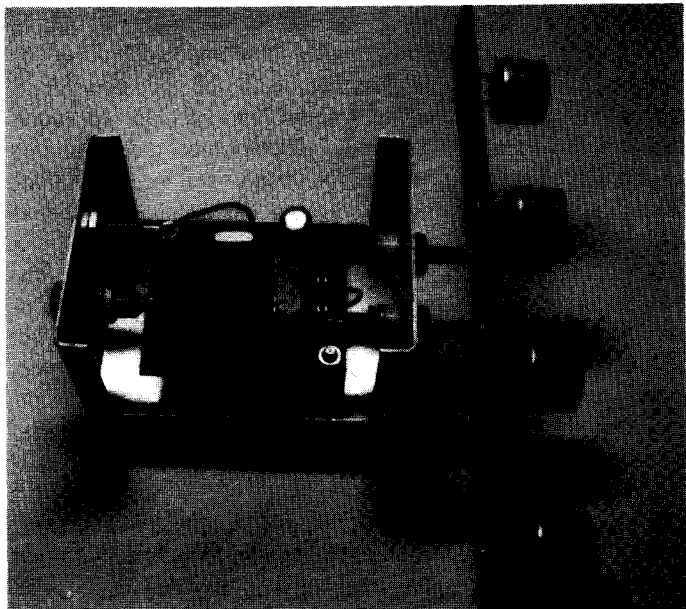

Abb. 15: Ultraschallgenerator mit Buchsenanschluß und aufgestecktem Lochrasterplattenstreifen mit vier Wandlern SQ 40T und Reihenwiderstand 15 kΩ
1. Der (die) Wandler wird (werden) auf ein Stück Lochrasterplatine gelötet. Zwei Einbau-Bananenstecker werden ebenfalls an die Lochrasterplatine angelötet. (Entsprechende Stecker sind auch bei den Lehrmittelfirmen erhältlich; Steckechnik). Die Lochrasterplatine mit Stecker kann dann einfach auf das Gehäuse aufgesteckt werden. (Abb. 4, 5, 15). Auf die Lochrasterplatine kann zusätzlich ein Potentiometer ca. 15 kΩ in Reihe mit dem(n) Wandler(n) angeschlossen werden, der es ermöglicht, auf einfache Weise die Intensität des Ultraschallsenders zu verringern, so daß der Empfänger nicht übersteuert wird (Abb. 15).